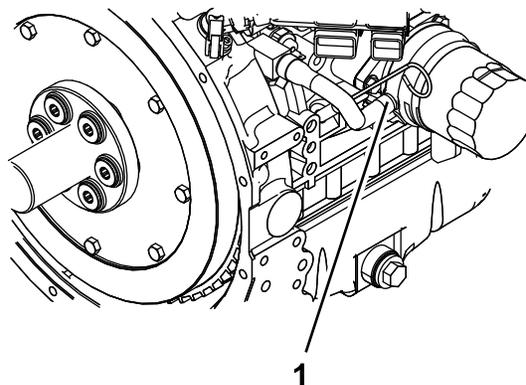

Figura 53
6. Rimuovete il flessibile del refrigerante dal radiatore dell'olio e spurgate il refrigerante dal blocco motore (Figura 53).